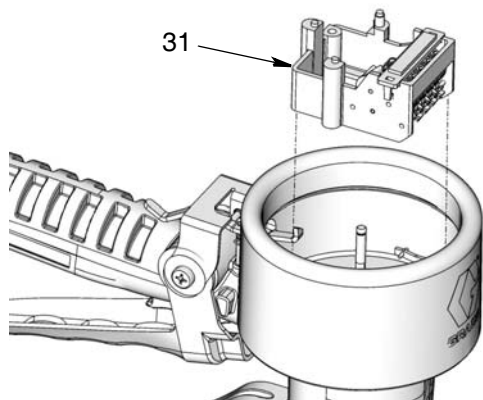

FIG. 31
- Montez l'ensemble du compteur (31) (FIG. 31).